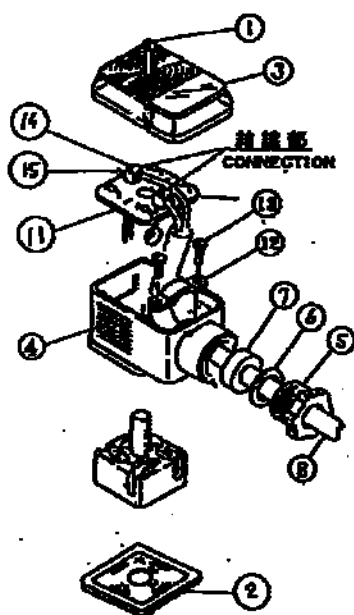

図 10 DIN コネクタの構成（交直変換形）
4.2.3 DIN コネクタ（交直変換形）の端子台へ配線する（図 10 参照）